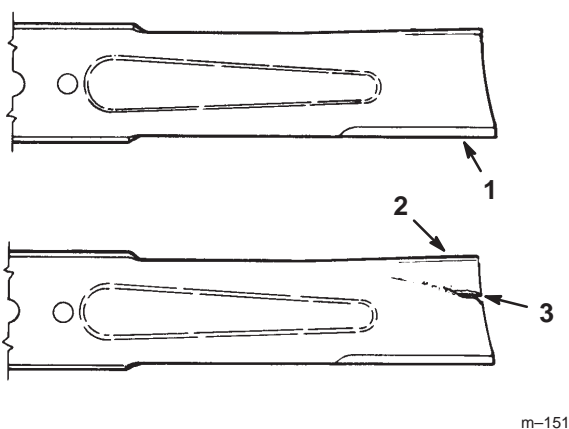

Abbildung 21
1. Die Schneidkanten untersuchen (Abb. 21). Wenn die Kanten nicht scharf sind oder Kerben haben, müssen die Schnittmesser ausgebaut und geschärft werden. Siehe "Schärfen der Schnittmesser" auf Seite 46.
2. Die Schnittmesser kontrollieren, insbesondere den gebogenen Bereich (Abb. 21). Falls Schäden, Verschleiß oder Kerben in diesem Bereich gefunden werden (Punkt 3 in Abb. 21), muß sofort ein neues Schnittmesser installiert werden.